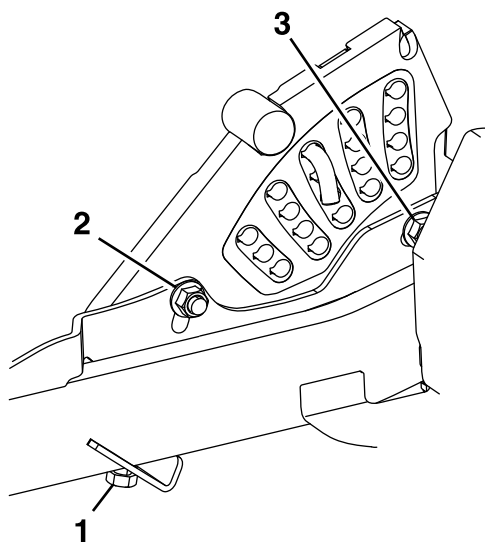

Figure 78
11. Si les 4 dispositifs de réglage du tablier ne disposent pas d'un réglage suffisant pour produire une hauteur de coupe précise, vous pouvez régler le système monopoint (Figure 78).
12. Pour régler le système monopoint, commencez par desserrer les boulons de fixation des plaques de hauteur de coupe avant et arrière (Figure 78).
14. Serrez les 2 boulons au bas de la plaque de hauteur de coupe (Figure 78).